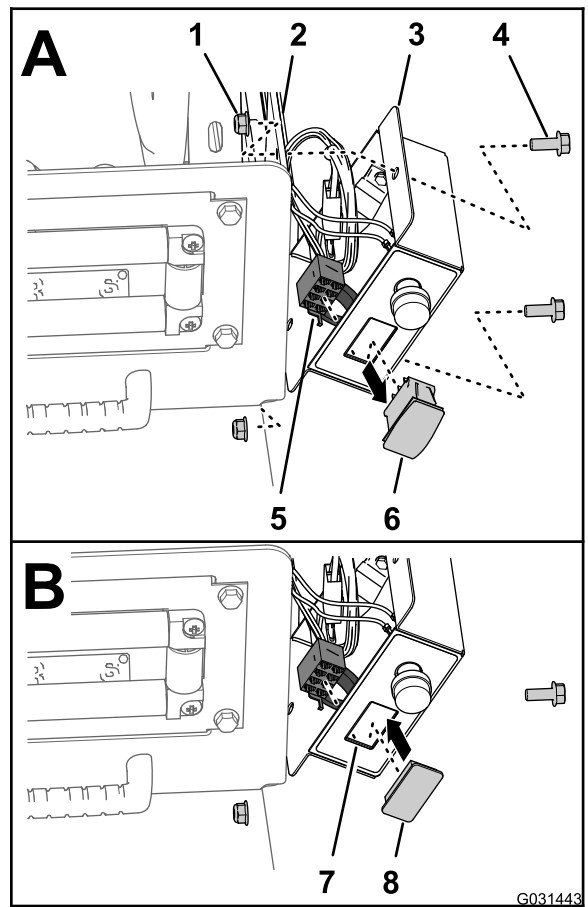

图 7
2. 从压力控制开关断开控制箱线束的 8 插槽接头图 7。
3. 将 8 插槽接头安装到控制箱的内部图 7。
4. 挤压压力控制开关的锁定凸耳将开关按压出控制箱图 7。
5. 将开关塞对准从中拆除开关的控制箱开口图 7。
6. 将开关塞插入控制箱直至其牢固卡入控制箱盖图 7。
7. 将控制箱与软管卷安装板对齐图 7 然后使用 2 个螺栓 5/16 x 3/4 英寸和 2 个锁紧螺母 5/16 英寸将其固定到安装板上。
1. 拆下将控制箱固定至软管卷安装板上的 2 个螺栓 5/16 x 3/4 英寸和 2 个锁紧螺母 5/16 英寸图 7。